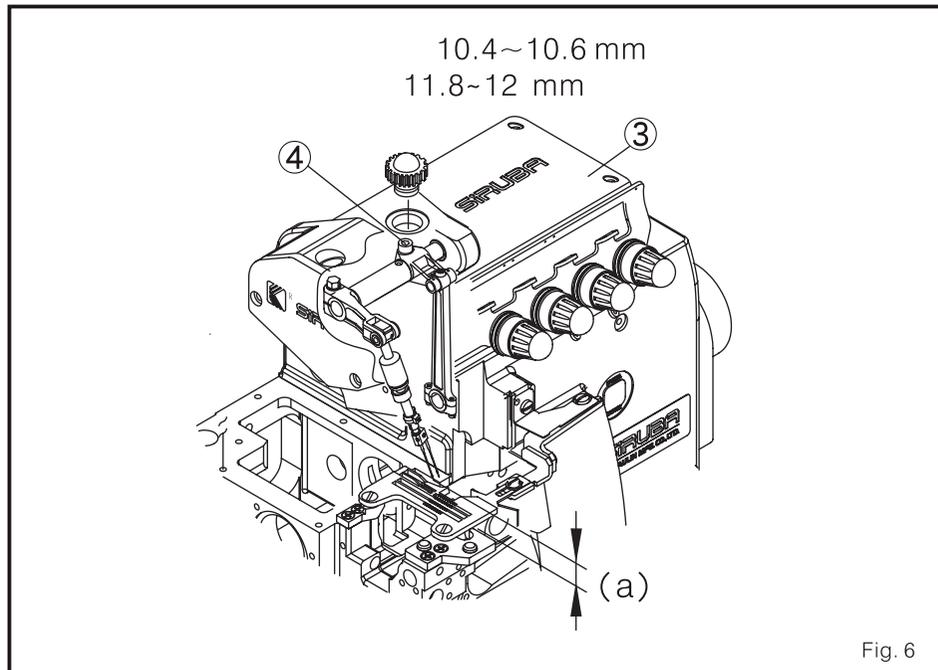

Fig. 6
1. esta é a distância (a) entre a gorjeta da agulha para a superfície da lâmina agulha quando a agulha este alto pelo ponto morto superior pela talha. (Fig. 6)